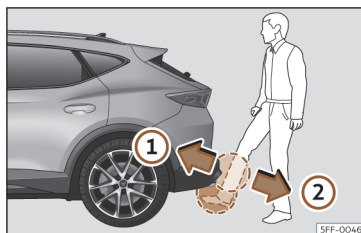

Fig. 85 Porta da bagageira com abertura controlada por sensor (Easy Open)
- Com um movimento rápido, aproxime o pé e a parte inferior da perna o mais possível ao para-choques. A parte inferior da perna tem de aproximar-se da zona do sensor superior, e o pé da zona do sensor inferior »» **Fig. 85 ①**.
- Retire rapidamente o pé e a parte inferior da perna das zonas dos sensores »» **Fig. 85 ②**. A porta da bagageira abre-se automaticamente.